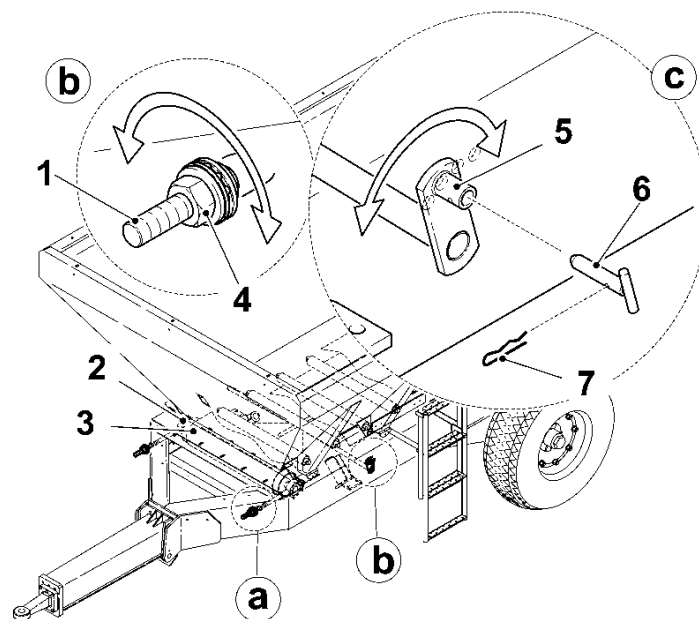

Рис. 13 – Регулировка напольного транспортера
Регулировка ремня требуется только в том случае, когда пояс не перемещается по оси машины и чрезмерно давит на наклонные ролики. Изменения параметров пояса достигаем закручиванием натяжного винта (1) рис. 13. Затянув гайку, перемещаем винтом подшипниковый узел (2), что вызывает изменение угла расположения натяжного барабана (3). Вал рифленый, находящийся в оси шпорного колеса, служит для регулировки напольного транспортера во время ремонта на стоянке.